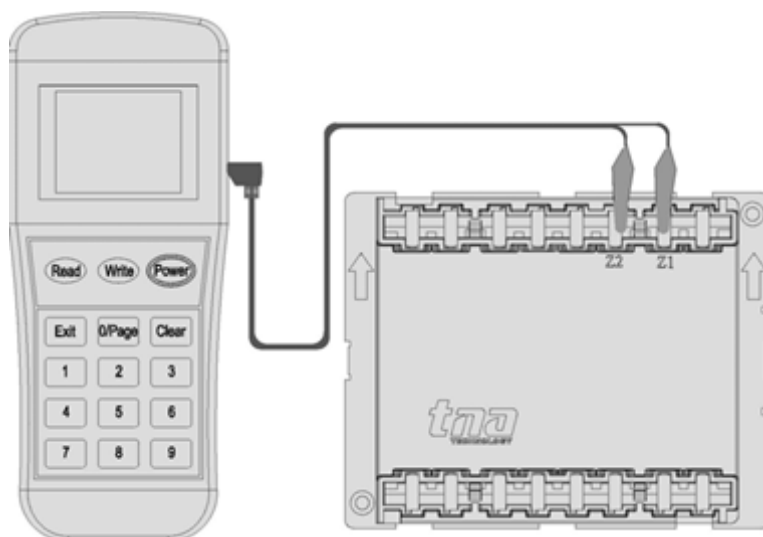

Figura 6: Detalhe da conexão com o programador
1. Conecte o cabo de programação aos terminais Z1 e Z2 (Figura 6). Pressione “Power” para ligar.
2. Conecte o cabo de programação aos terminais Z1 e Z2 (Figura 6). Pressione “Power” para ligar a unidade.
2. Para definir o modo de verificação, conecte o cabo de programação aos terminais Z1 e Z2 (Figura 6). Pressione “Power” para ligar a unidade.
1. Conecte o cabo de programação aos terminais Z1 e Z2 (Figura 6). Pressione “Power” para ligar a unidade.